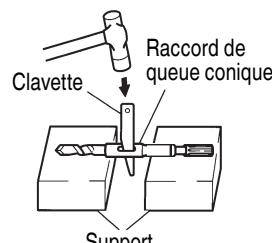

Fig. 11
- (2) Mettre l'appareil sous tension et percer un trou de base.
- (3) Après avoir retirer la poussière avec une seringue, fixer le mandrin à la pointe du sabot et l'enfoncer dans le sabot avec un marteau.
- (4) Pour retirer le foret à tige conique, insérez une clavette dans la fente de l'adaptateur de tige conique, placez des supports sous les deux côtés de l'adaptateur de tige conique et tapez sur la clavette avec un marteau. (Fig. 11)